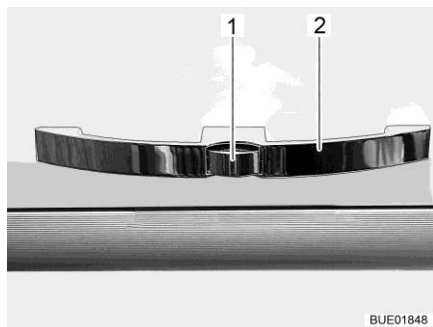

Bild 66 Skåplucka med handtag (exempel)
- Tryck på låsknappen (Bild 66,1) på handtaget (Bild 66,2) och håll den nedtryckt.